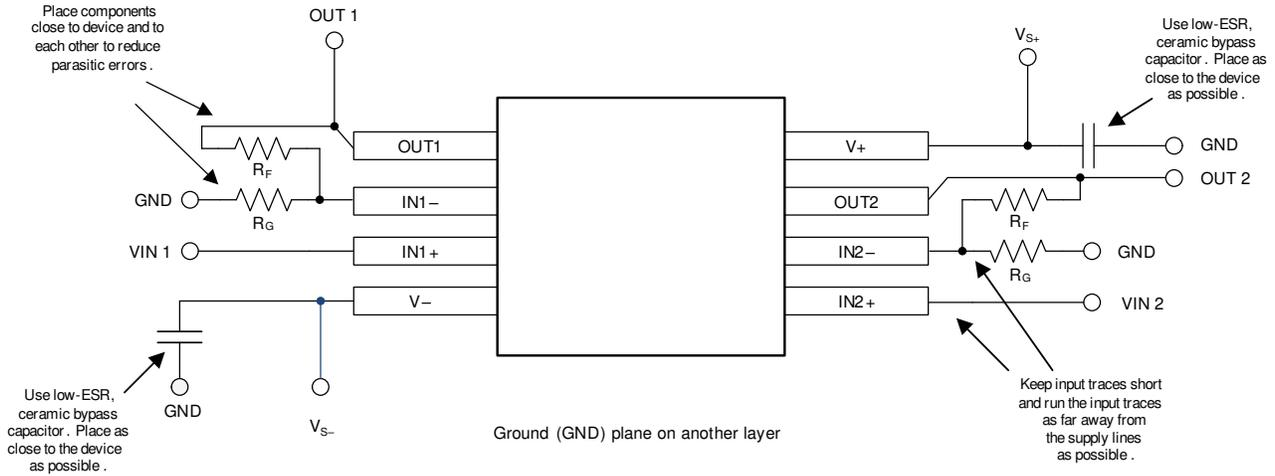

图 7-5. 布局示例
- 外部元件应尽量靠近器件放置。如图 7-5 所示，使 R_F 和 R_G 接近反相输入可最大限度地减小反相输入端的寄生电容。